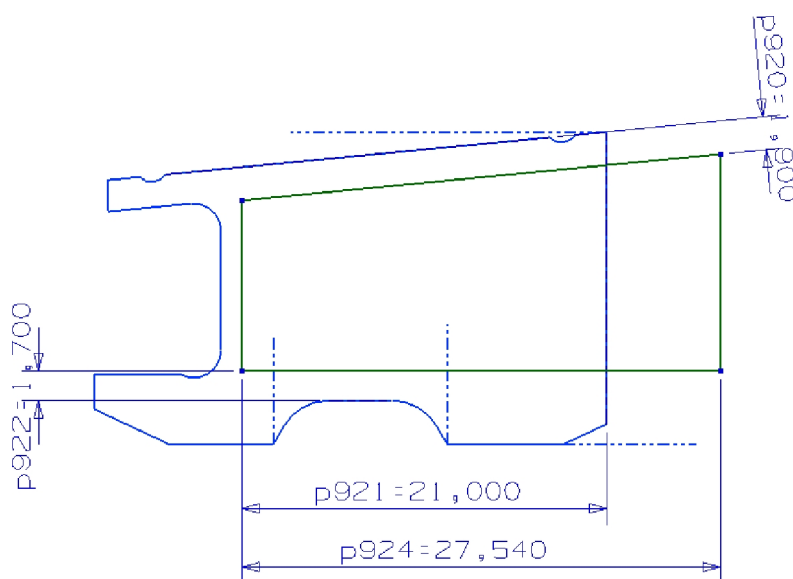
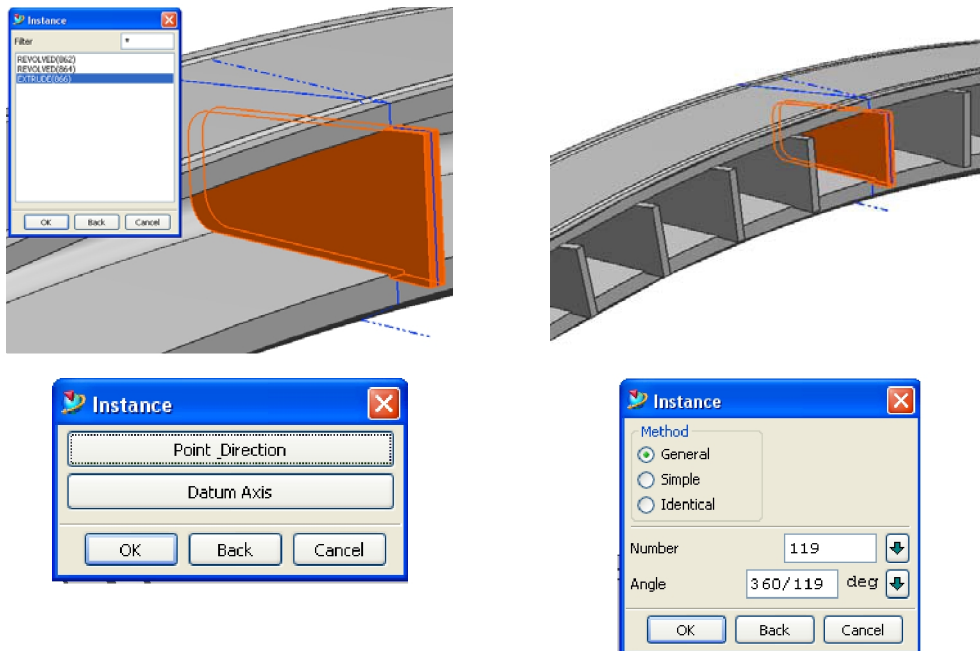

Рис. 87. Вспомогательный эскиз поперечного ребра
Рис. 89. Построение массива поперечных ребер
8. Создайте поперечные ребра. Создайте вспомогательный эскиз и постройте сечение ребра (показано линиями зеленого цвета на (Рис. 87)). Постройте ребро и объедините его с телом вращения проставки: **Insert** → **Design Feature** → **Extrude...**, выберите построенное сечение ребра, в **Limits** включите **Symmetric Distance** и задайте расстояние 0.75 мм, в **Boolean** выберите опцию **Unite**, нажмите **OK**. Постройте массив 119 поперечных ребер: **Insert** → **Associative Copy** → **Instance...**. Выберите **Circular Array** → **EXTRUDE**, нажмите **OK**. Задайте количество ребер – 119 и угловой шаг – 360/119 градусов. Выберите **Datum Axis**, нажмите **OK**. Будет создан массив ребер (Рис. 89).